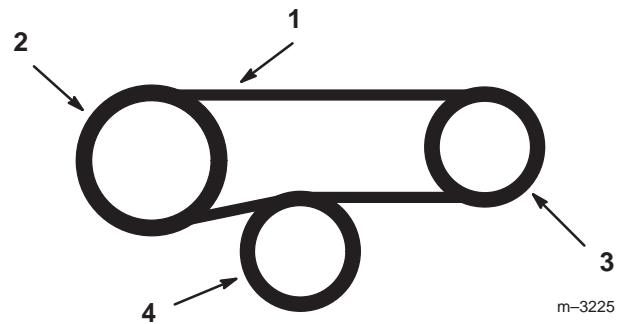

Figure 86
5. Passez la courroie neuve par-dessus l'embrayage et installez-la autour de la poulie du boîtier d'engrenages et sur la poulie de tension rappelée par ressort (Fig. 86).